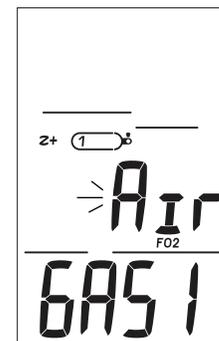

Fig. 16 - Réglage du FO2 (Air)
**Réglage du mélange gazeux 1** : paramètres affichés (Fig. 16, 17)
**Réglage du mélange gazeux 2 (3 identique)** : paramètres affichés (Fig. 16, 17)